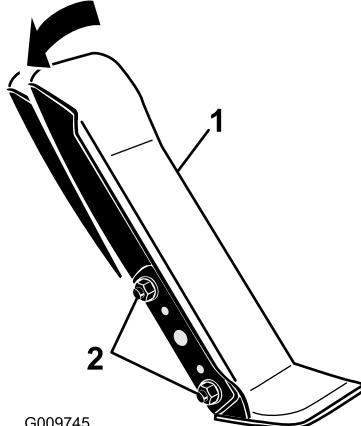

Figure 88
- Desserrez les 2 écrous et boulons qui fixent le côté gauche de la pédale de déplacement au support (Figure 88).
- Faites pivoter la pédale à l'angle voulu puis serrez les écrous (Figure 88).